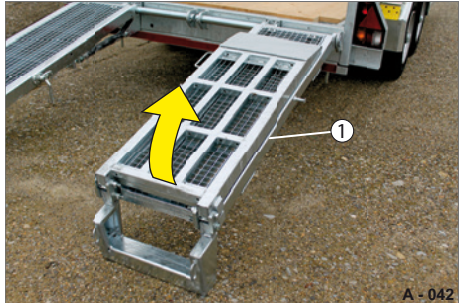

Abb. 44 Auffahrrampe, zweiteilig anheben
- ▶ Drücken Sie die Auffahrrampe (Abb. 44/1) hoch in die senkrechte Position.